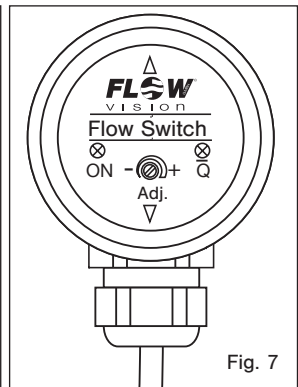

Fig. 7
- 3 Die gelbe LED (\bar{Q}) im Strömungswächter zeigt den momentanen Ist-Bereich des Schaltpunktes an (siehe Fig. 7).
- 3 The yellow LED (\bar{Q}) on the Flow Monitor indicates the actual range of response value (see fig. 7).